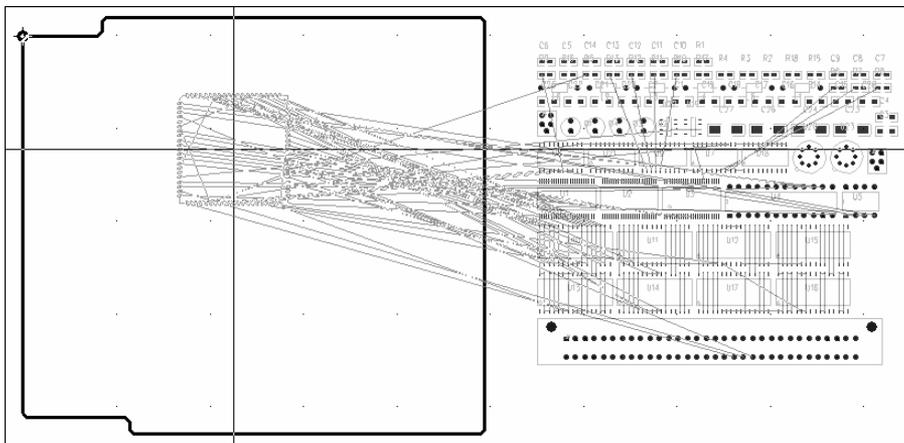

图 10-18 拖动元器件使之附着在光标上
(2) 元器件/元器件组高亮显示并附着在光标上。在移动过程中也可以看到白色显示的鼠线，表示元器件的网络连接属性，如图 10-18 所示。